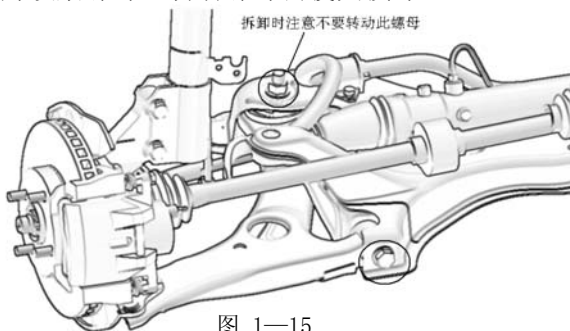

图 1-15
- ③ 拆下 2 个螺栓和螺母，拆下前悬下摆臂总成，如图 1-15 所示。注意不要转动螺母，螺母为锁紧螺母，转动螺母会使其损坏。